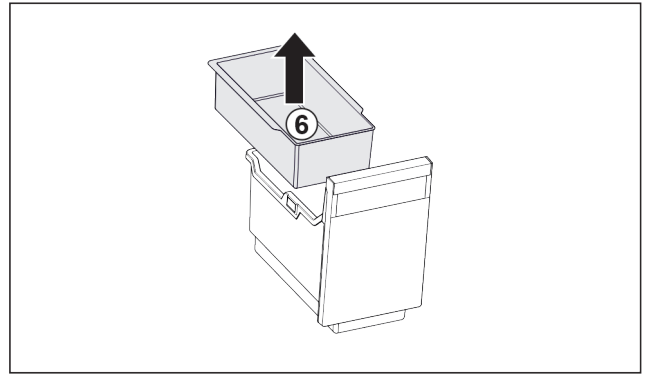

Fig. 85
- ▶ Irrota ripustuskulho Fig. 85 (6).